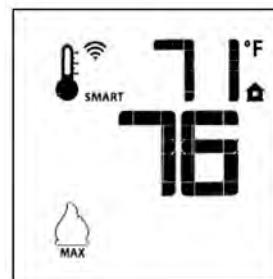

Figure 76. Mode «Smart»
- Pour activer cette fonction, appuyez sur la touche «Thermostat» jusqu'à ce que le mot «SMART» apparaisse à la droite de l'icône du thermomètre. Fig. 76.